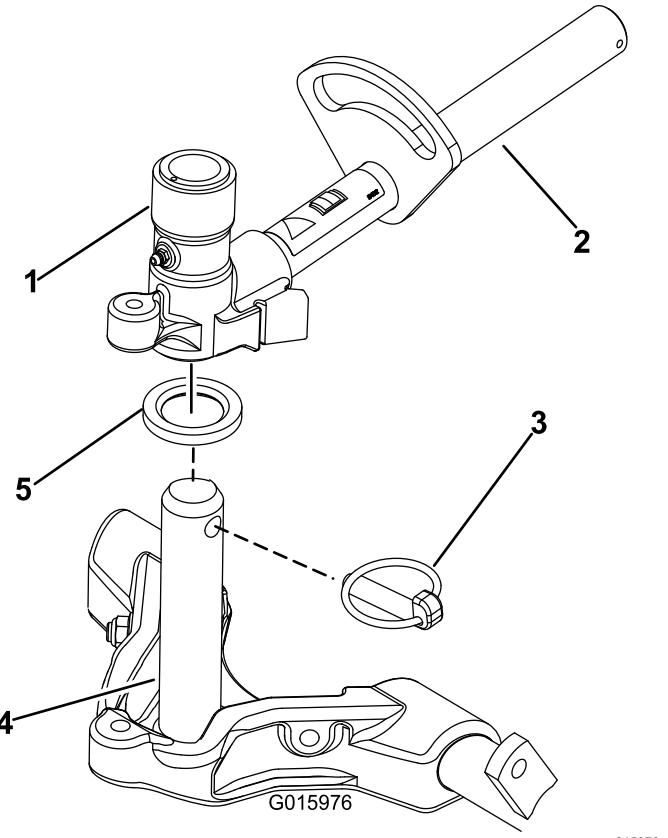

Figura 16
1. Tornillo allen (2)
9. Unte el eje del bastidor de tiro con grasa limpia (Figura 16)
10. En el caso de las unidades de corte delanteras, deslice una unidad de corte debajo del brazo de elevación mientras coloca el eje del bastidor de tiro en la horquilla de pivote del brazo de elevación (Figura 16). Asegúrese de que la arandela de empuje está correctamente posicionada en el eje del bastidor de tiro.
11. Sujete el eje del bastidor de tiro a la horquilla del brazo de elevación con el pasador Klik (Figura 16).
- B. Introduzca la horquilla del brazo de elevación en el eje del bastidor de tiro (Figura 16).